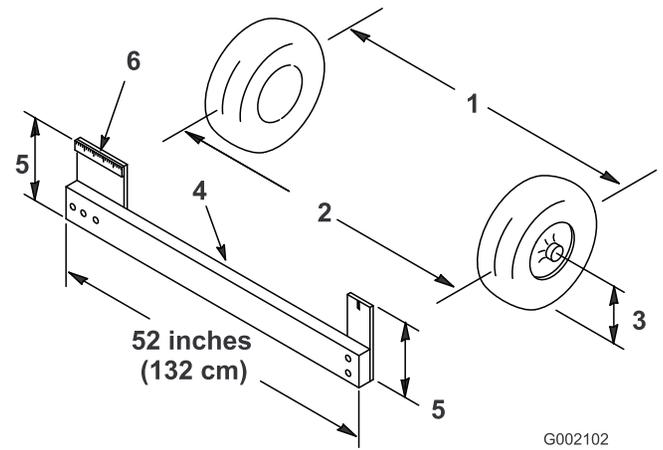

Figura 43
- Mida la distancia entre los neumáticos delanteros a la altura del eje, en la parte delantera y trasera de las ruedas (Figura 43). Es necesario utilizar una plantilla para medir la distancia entre la parte trasera de las ruedas delanteras a la altura del eje. Utilice la misma plantilla para medir con precisión la parte delantera de las ruedas delanteras a la altura del eje (Figura 43).